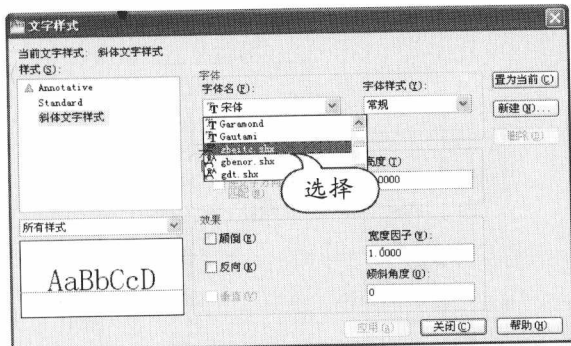

图 1-14 选择字体
STEP 03 选择字体。在“字体名”下拉列表中选择字体，如图 1-14 所示。